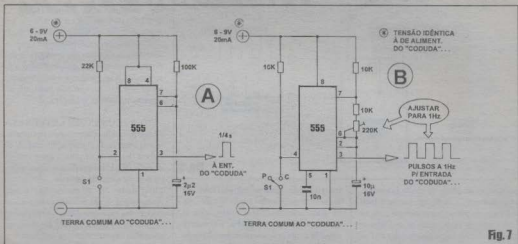

Fig. 7
- FIG. 7- CRIANDO (FACILMENTE...) PULSOS DE CONTROLE E CONTAGEM PARA O CODUDA...
às necessidades gerais de tensão e de corrente; qualquer circuito ou módulo eletro/eletrônico de apoio ou de geração de pulsos/comandos para o CODUDA deve ser alimentado por tensão igual à usada na energização do próprio contador, para que não haja conflitos de níveis digitais entre eles (que podem induzir a erros nas contagens e até a danos no circuito do CODUDA...). Lembrar que essa *identidade de voltagens* é também bastante conveniente por permitir que os contadores e os ditos circuitos de apoio *compartilhem* a mesma fonte, proporcionando economia (em custos e em tamanho geral dos arranjos...). Nesse *compartilhamento* é também importante não esquecer de considerar os requisitos de corrente... No caso dos dois módulos de apoio da FIG. 7, eles *pedem* cerca de 20 mA para si... Tal parâmetro (se tudo for energizado por única fonte...) deve ser somado aos requisitos dos CODUDAS... Assim, se três CODUDAS, mais um circuitinho de geração de pulsos (como os ilustrados...) forem alimentados conjuntamente por uma fonte, esta deverá ser capaz de proporcionar (para boa *folga*...) cerca de 1 A. Finalizando, lembrar que é obviamente possível a alimentação individual para os CODUDAS e o eventual módulo eletro/eletrônico gerador dos pulsos (caso em que os requisitos de corrente ficarão por conta de cada um...), porém, além da necessária *identidade de tensões*, é preciso que *todos* os módulos envolvidos no arranjo mantenham um *terra comum*, ou seja: que as linhas dos *negativos* das alimentações sejam eletricamente interligadas, sem o que não haverá passagem dos pulsos entre os estágios...